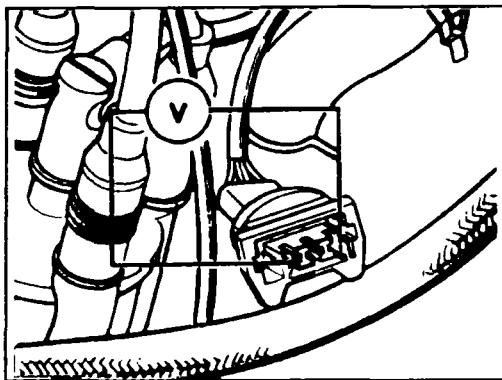

Рис. 4.71 Проверка подачи напряжения к датчику Холла
- ◆ Отсоедините разъем от датчика Холла (на распределителе зажигания) и подключите вольтметр к наружным контактам (см. рис. 4.71).